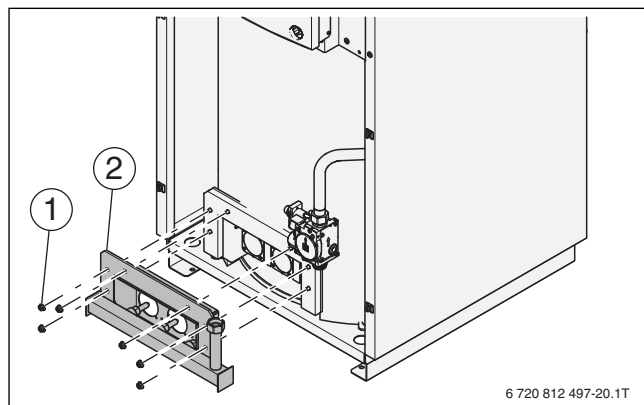

Рис. 33 Отверните крепёжные гайки
- ▶ При креплении щитка горелки (→ рис. 33, [2], стр. 31) слегка затяните четыре винта.